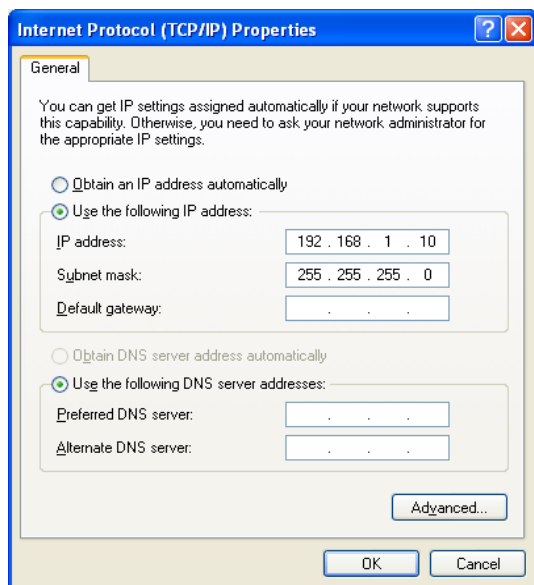

FIG. 16
5. Voir FIG. 16. Sélectionner « Utiliser l'adresse IP suivante. » L'adresse IP par défaut de la pompe est 192.168.1.100. Saisir un nombre qui soit différent de l'adresse par défaut uniquement pour la dernière série de chiffres, par exemple : 192.168.1.10. Ceci permettra à l'ordinateur de se connecter au variateur de fréquence. Régler le masque de sous-réseau à 255.255.255.0.